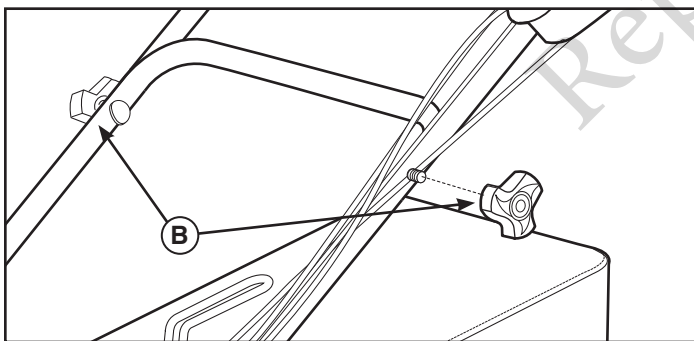

Figura 3
3. Togliere l'imbottitura di protezione Allentare i pomelli dell'impugnatura superiore (**B**, Figura 3) fissando l'impugnatura superiore a quella inferiore.